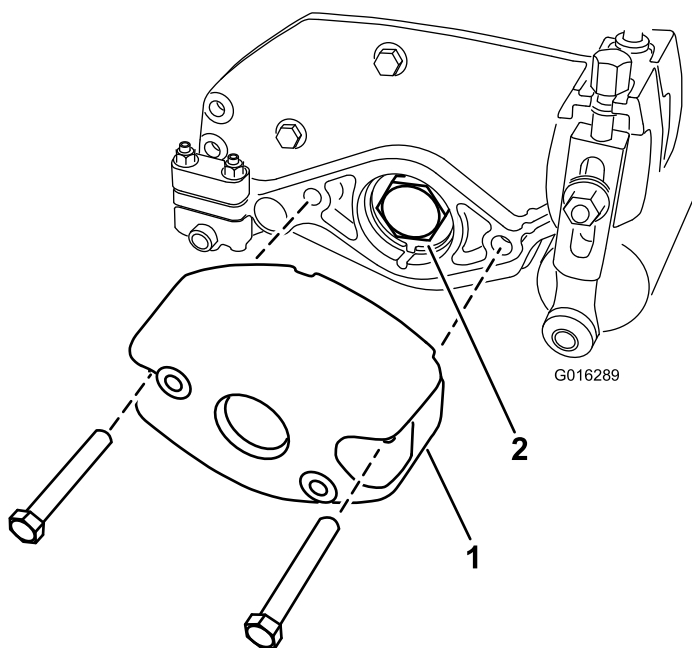

Рисунок 2
5. Снимите два болта и гайки, которые крепят противовес к правому концу режущего блока. Снимите противовес (Рисунок 2).
6. Снимите с вала барабана гайку подшипника (Рисунок 2).